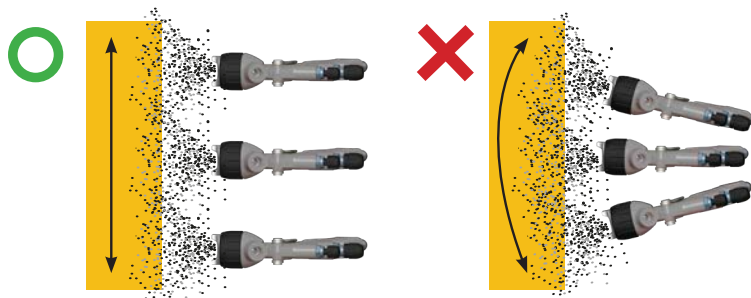

Fig.03
• **Presse-étoupe de la tête du pistolet:** Pour remplacer le presse-étoupe, démonter le régulateur de produit (voir Fig.01), en retirant l'aiguille ainsi que le ressort et sa butée (voir Fig.02). Retirer l'aiguille et, à l'aide d'une clé de 13 mm, démonter le presse-étoupe en 3 pièces (voir Fig.03).
• **Presse-étoupes de la vanne d' Air:** Démonter le régulateur de produit (N°7), en retirant l'aiguille ainsi que le ressort et sa butée (voir Fig.01 et 02). À l'aide d'une clé six pans creux de 9 mm, démonter la carcasse glissière, et retirer le ressort conique de la valve et la valve (Fig.03, 04, 05 et 06).